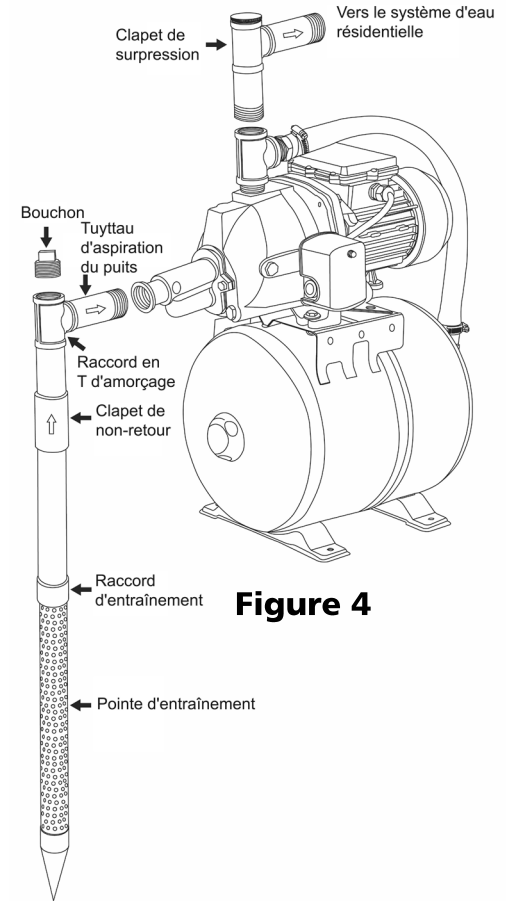

Figure 4
- 4. Install a priming tee with a plug on the suction pipe from the water source as shown in Figure 4. An inline check valve should also be installed on the suction line going to the pump. Install a union or other fitting that will allow the pump to be easily disassembled from the piping for easy servicing. Make sure Teflon tape or pipe joint compound is used on all joints.
- 4. Installer un raccord en T d'amorçage avec un bouchon sur le tuyau d'aspiration de la source d'eau dans la Figure 4. Un clapet de non retour intégré devrait également être installé sur la conduite d'aspiration se rendant vers la pompe. Installer un raccord union ou autre qui permettra la séparation aisée de la pompe de sa tuyauterie pour faciliter l'entretien. Assurer que du ruban téflon ou du composé